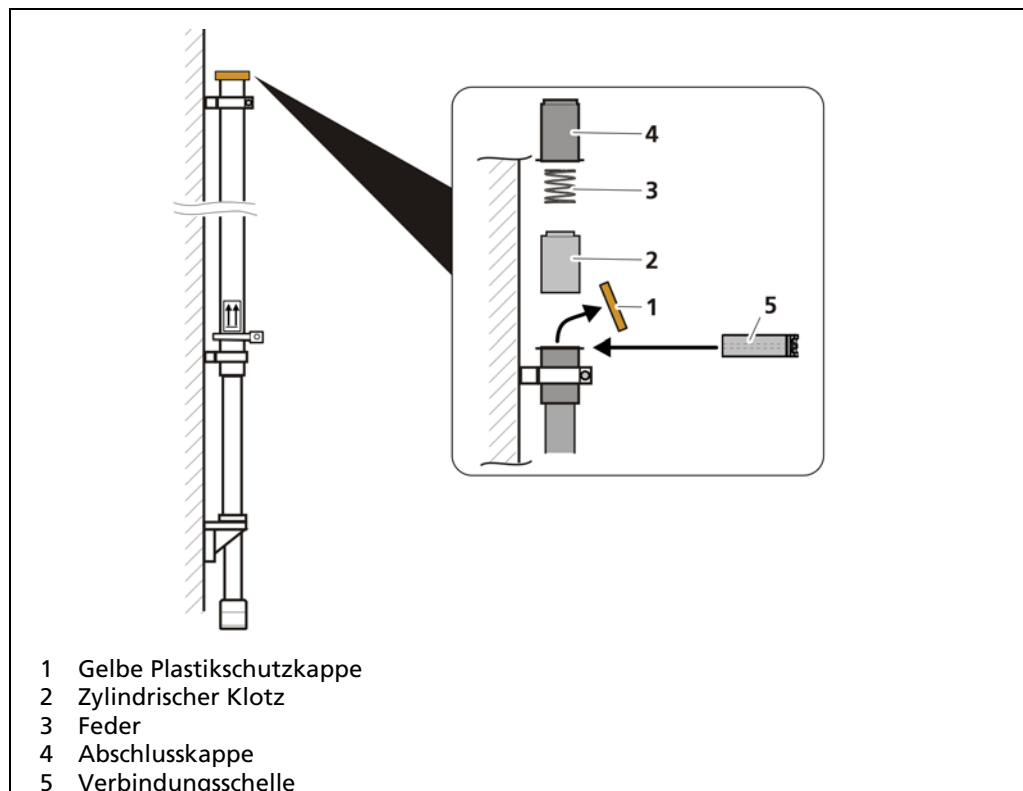

Abb. 19 Letztes Verlängerungsmodul installieren
21. Nehmen Sie die gelbe Plastikschrutkappe (Abb. 19, Pos.1) am Ende des letzten Verlängerungsmoduls ab. **Achtung: Die Schutzfolie (Spiegelfolie) muss auf der Silikonunterlage zur Abschlusskappe hin verbleiben.**
22. Setzen Sie den zylindrischen Klotz (Abb. 19, Pos.2) und die Feder (Abb. 19, Pos.3) auf das Verlängerungsmodul.
23. Setzen Sie die Abschlusskappe (Abb. 19, Pos.4) auf die Feder.
24. Drücken Sie die Abschlusskappe fest auf das Verlängerungsmodul und mit ver- bringen Sie die Verbindungsschelle (Abb. 19, Pos.5) an.